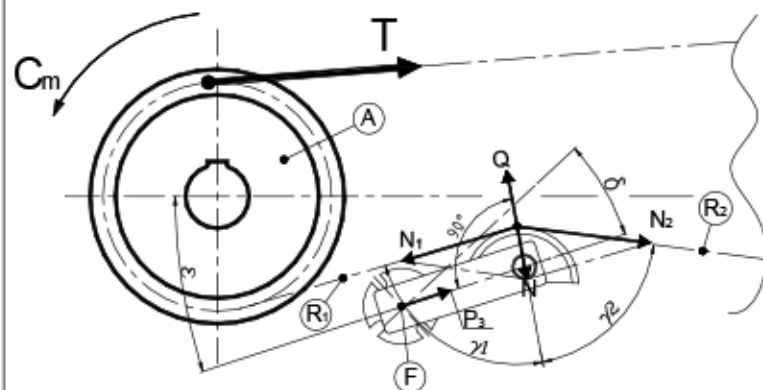

Fig 6
① Un tenditore sprigiona una forza Q (fig 6) perpendicolare al braccio di rotazione che per reazione è equilibrata dalla catena con la forza N che si ripartisce con le forze di trazione N₁ e N₂ sui rami in entrata e uscita dal tendicatena rispettivamente R₁ e R₂. Quando si posiziona un tendicatena bisogna far attenzione che le forze Q e N siano il più possibile sulla medesima direttrice in modo che non si sviluppino delle componenti tangenziali che vadano a scaricarsi sul fulcro. Anche se, entro certi limiti, queste indesiderate forze tangenziali sono annullate dalla forza di compressione assiale P₃ della gomma. Il posizionamento del tenditore, quindi, dipende dall'angolo δ, ovvero l'angolo di lavoro dell'elemento elastico, e dall'angolo ε, ovvero l'angolo di posizionamento rispetto alla trasmissione, tali che gli angoli γ₁ e γ₂ siano il più possibile uguali.
GB A tightener releases a force Q (fig 6) perpendicular to the rotation arm which by reaction is balanced by the chain with the force N which is distributed with the traction forces N₁ and N₂ on the sections entering and leaving the chain tightener, respectively R₁ and R₂. When positioning a chain tightener, you must ensure that the forces Q and N are as much as possible on the same line so that there is no formation of tangential components which would be discharged on the fulcrum. Even though, within certain limits, these undesired tangential forces are cancelled by the axial compression force P₃ of the rubber. The positioning of the tightener therefore depends on the angle δ, that is the working angle of the elastic element, and on the angle ε, that is the positioning angle with respect to the transmission, so that the angles γ₁ and γ₂ are equal as much as possible.
D Ein Spanner setzt senkrecht zum Dreharm die Kraft Q frei (Abb. 6), welche durch Reaktion von der Kette mit der Kraft N ausgeglichen wird. Die Kraft N wiederum teilt sich in die Zugkräfte N₁ und N₂ am Kettenarm R₁ und R₂ am Eingang bzw. am Ausgang vom Kettenspanner auf. Wenn ein Kettenspanner positioniert wird, muss darauf geachtet werden, dass die Kräfte Q und N so weit wie möglich auf der gleichen Linie liegen, damit keine Tangentialkomponenten entstehen, die den Schwenkpunkt belasten. Auch wenn diese unerwünschten Tangentialkräfte bis zu einem gewissen Punkt von der axialen Kompressionskraft P₃ ausgeglichen werden. Die Positionierung vom Spanner hängt deshalb vom Winkel δ ab, also vom Arbeitswinkel vom elastischen Element, und vom Winkel ε, dem Winkel, in dem der Spanner bezogen auf den Antrieb positioniert wird. Dabei sollten die Winkel γ₁ und γ₂ möglichst gleich groß sein.